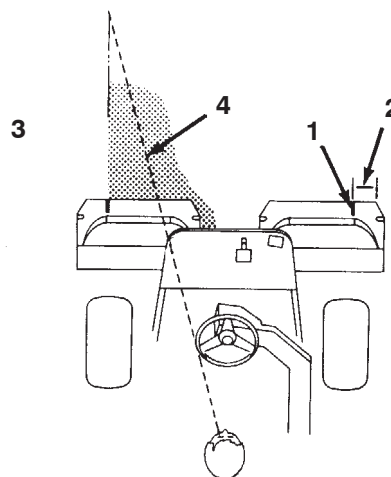

Figure 40
3. Minimisez le chevauchement de la passe précédente lors de la passe de retour. Pour vous aider à conserver une ligne droite en travers du green et à maintenir la machine à égale distance du bord de la passe précédente, établissez une ligne de vision imaginaire à environ 1,8–3 m en avant de la machine jusqu'au bord de la partie non coupée du green (Fig. 40). Certains trouvent qu'il est utile de faire passer la ligne de vision par le bord extérieur du volant, c.-à-d. de maintenir le bord du volant aligné avec un point qui est toujours éloigné de la même distance par rapport à l'avant de la machine.